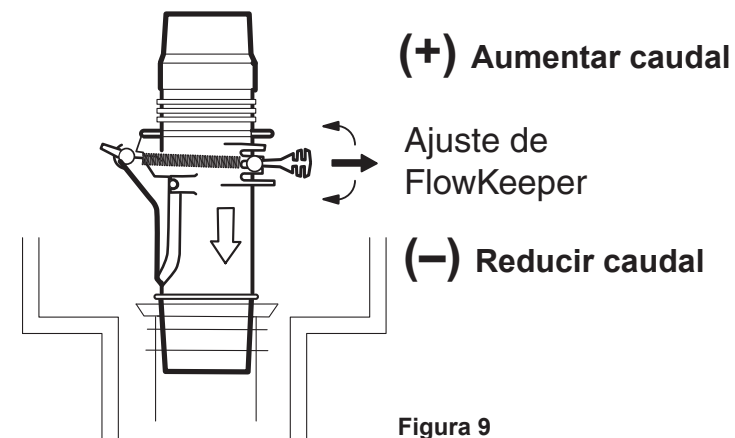

Figura 9
2. Para incrementar o disminuir el caudal, ajuste las válvulas en la plataforma del equipo. O ajuste la válvula FlowKeeper™ en el colector de espuma hacia arriba o hacia abajo (vea la figura 9).